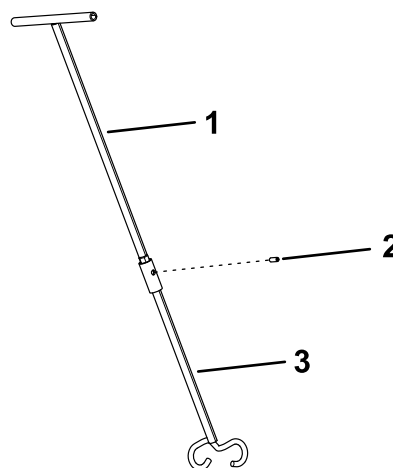

Figura 21
2. Afiance la conexión con un pasador cilíndrico (Figura 21).